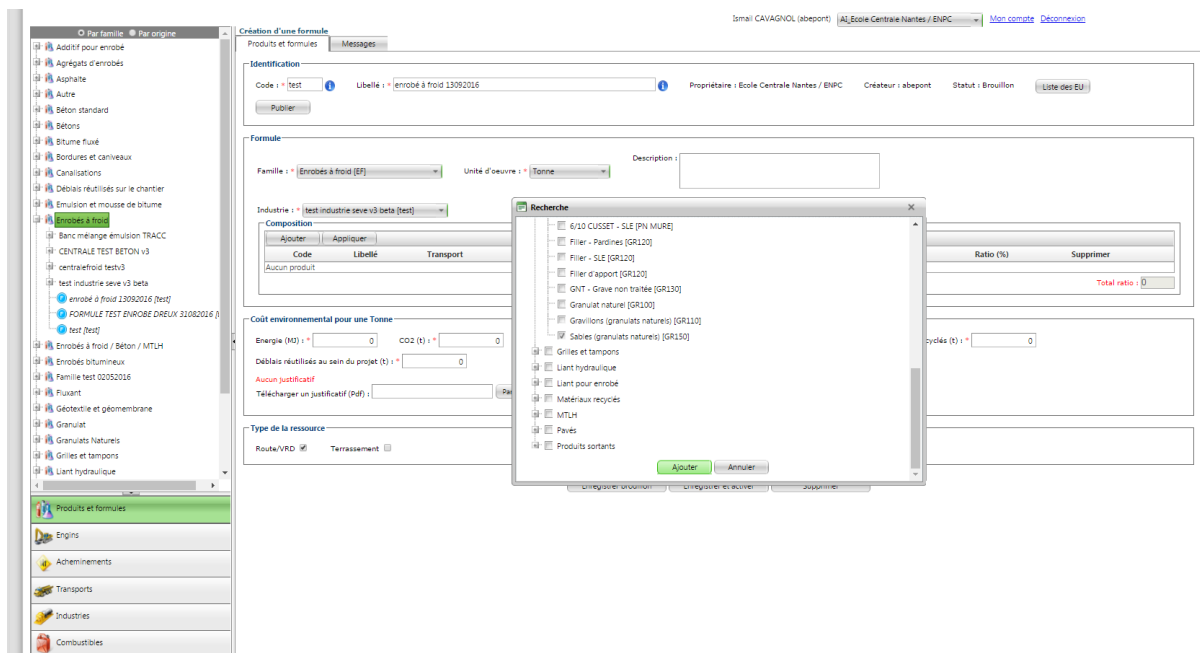

Figure 30 – Insertion des différents produits composant la formule d'enrobé
- 5- Choisir le poste dans lequel est fabriquée la formule (Figure 30)